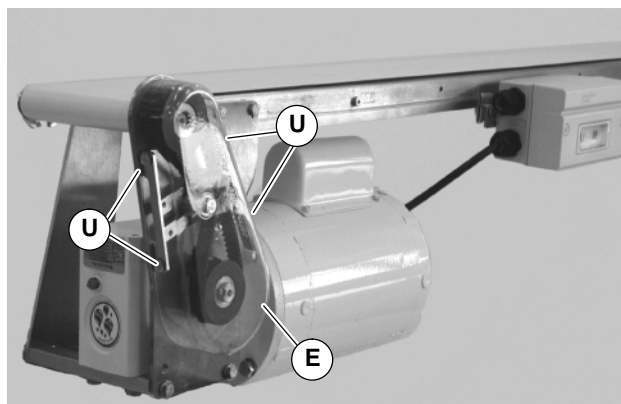

Abbildung 23
4. Die Abdeckung (E siehe Abbildung 23) mit vier (4) Schrauben (U) befestigen. Mit 4 Nm festziehen.